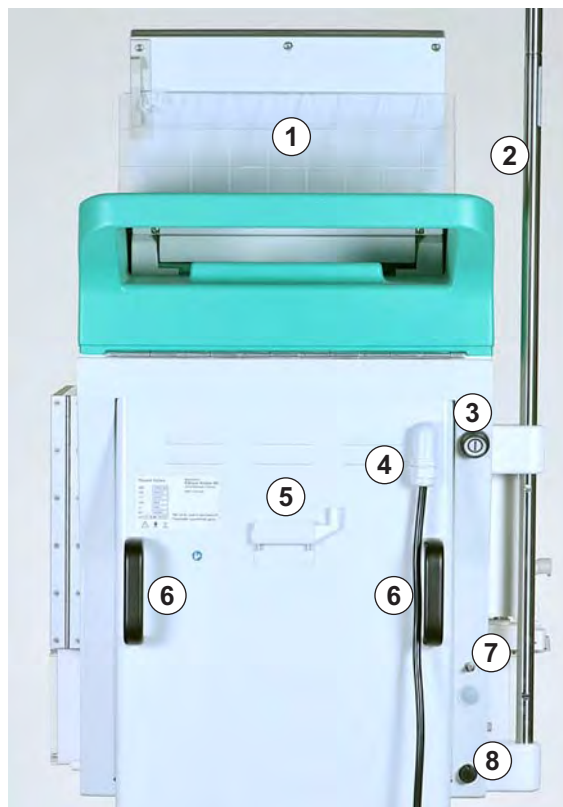

Abb. 3-7 Rückseite
Der Ein-/Ausschalter befindet sich rechts oben an der Rückseite des Geräts (siehe Abb. 3-7 Rückseite (37)). Er dient als Netzschalter, der das Gerät mit der Stromversorgung verbindet oder von ihr trennt.